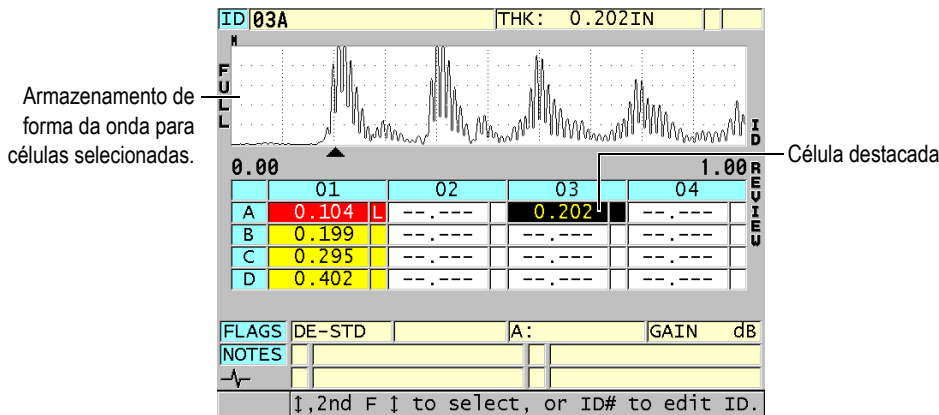

Figura 10-13 A célula da grade de dados selecionada na tela de revisão de ID
3. Na tela de revisão de ID (veja Figura 10-13 na página 178):